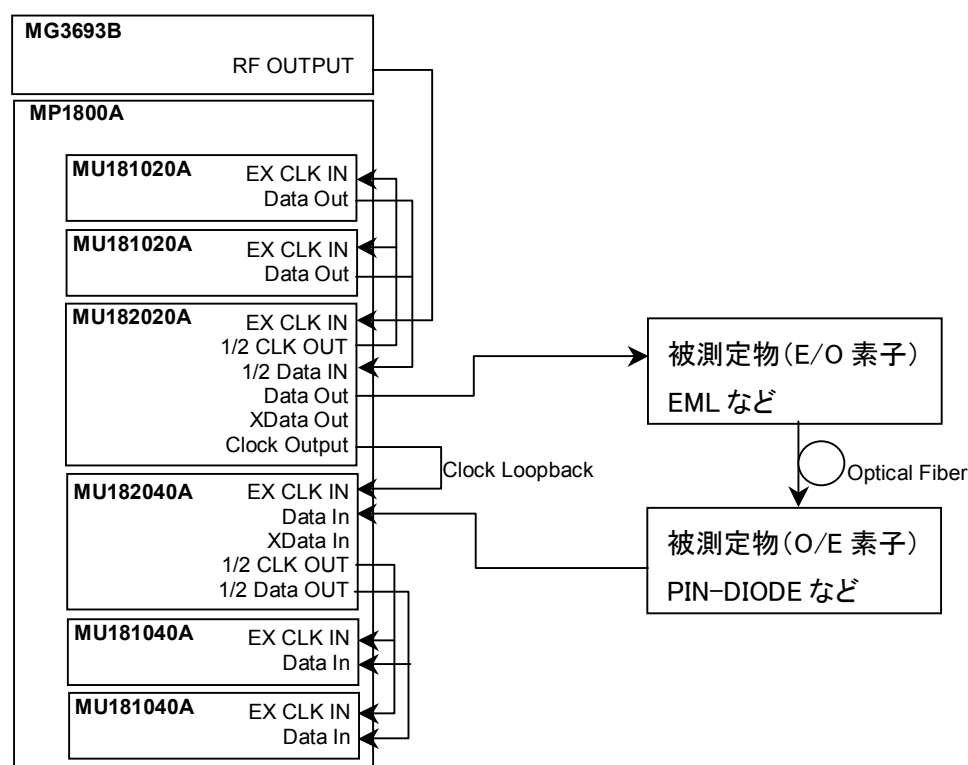

図5.1-1 光デバイス評価接続図
- 1) 図5.1-1 接続図に従って MP1800A, MU181020A/B, MU182020A, MU181040A/B, MU182040A, MG3693B 信号発生器 (以下, MG3693B と呼びます。) を接続します。
- 接続は, 図5.1-1 を参照してください。